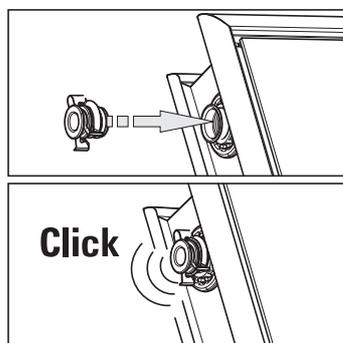

Fig. 3-31 Etape 4
4. Insérer les bouchons d'extrémité dans les conduites de raccordement du capteur solaire encore ouvertes jusqu'à ce que les pinces de fixation s'enclenchent (fig. 3-31).